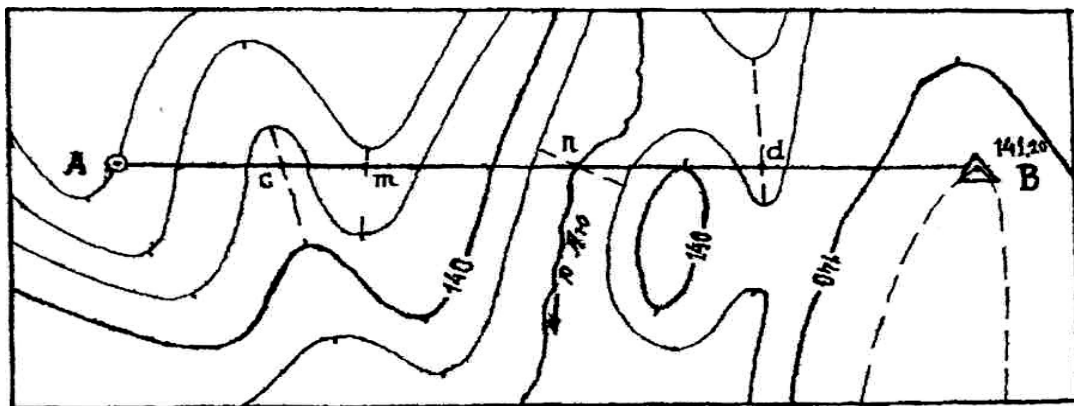

Рис. 8. Профильная линия АВ
- проводят линию между заданными точками, которая называется *профильной* (рис. 8);
плану в горизонталях. Например, на рис.8 для отрезка **Ac** получается $d = 220$ м; $h = \pm 6,3$ м. Отсюда $i = 6,3 : 220 = 0,0286 = 2,86\%$. Если концы отрезка располагаются на соседних горизонталях, уклон получается истинный, а если концы отрезка располагаются произвольно, уклон получится средний. Истинные уклоны отдельных частей линии могут отличаться от среднего уклона этой линии.